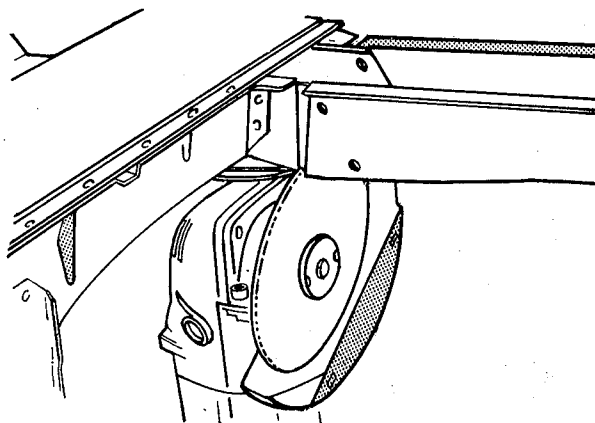

fig. 180
3. Cortar a longarina, cuidando para que o reforço interno não venha a ser atingido (fig. 180)